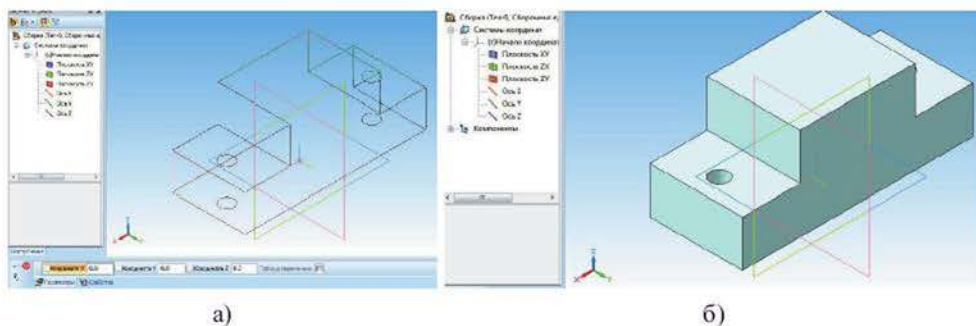

Рисунок 12.6 Вставка базовой модели в 3D-сборку
2. Выбрать элемент, который будет базовым, то есть относительно которого удобнее всего задавать положение всех остальных компонентов, входящих в сборку. В нашем случае базовым компонентом является *Основание*. На инструментальной панели *Редактирование сборки*  имеется кнопка *Добавить из файла* . После нажатия этой кнопки на экране появится *Панель свойств: компонент из файла*, а также фантом открытой детали (рисунок 12.6 а). Точку вставки объекта можно указать несколькими способами: с помощью привязки; указать точные координаты точки вставки на панели свойств; произвольно разместить компонент в окне *Сборки* щелчком мыши. После указания точ-
ки вставки  $X = 0$ ;  $Y = 0$ ;  $Z = 0$  компонент будет вставлен в текущий документ, его начало координат совместится с точкой вставки. В *Дереве построения* появится новая пиктограмма *Основание* (рисунок 12.6 б).